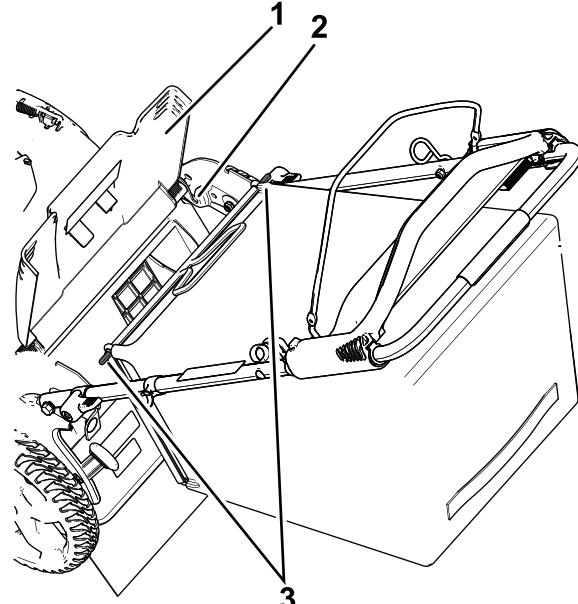

図 15
1. 後部デフレクタを上に開いてその位置に保持する図 15。
2. 集草バッグを取り付ける。バッグについているピンがハンドルのノッチに掛かったことを確認する図 15。